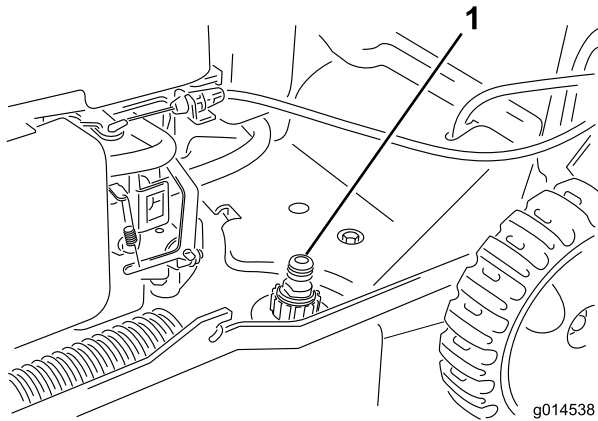

Figura 29
3. Conecte una manguera de jardín que esté conectada a un grifo al orificio de lavado (Figura 29).